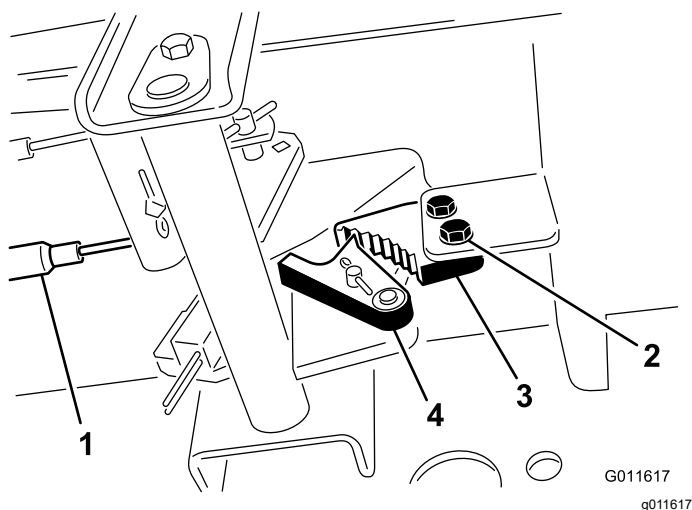

図 145
2. 駐車ブレーキのツメをフレームに固定しているねじ2本をゆるめる **図 145**。
3. ブレーキのツメが戻り止めに完全に掛かるまで駐車ブレーキペダルを前に踏み込む 図 145。